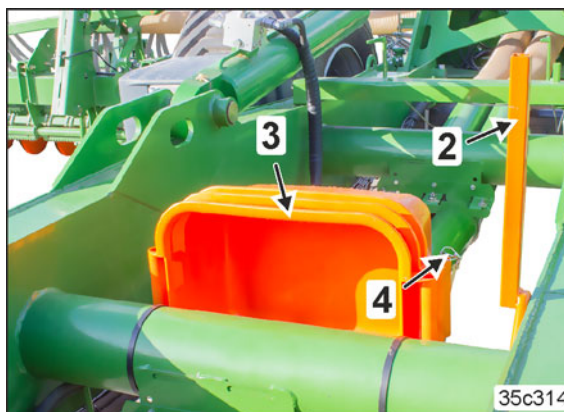

Bild 65
Då de inte används ligger vridkaren ihop och är fastsatta i transporthållaren med en låssprint (Bild 65/4).
- Condor 15001-C (Bild 65/3)
- Condor 15001-C (Bild 65/2)